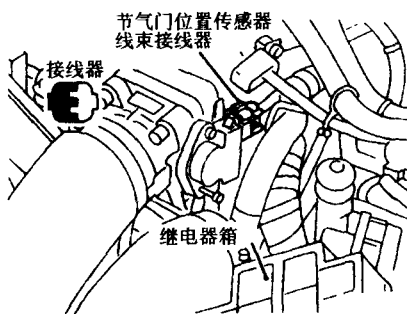

图 1-14 节气门位置传感器接线器—3.0L (VG30DE 及 VG30DETT) 发动机
8) 使发动机停车,并连接节气门位置传感器接线器,其位置如图 1-14 所示。